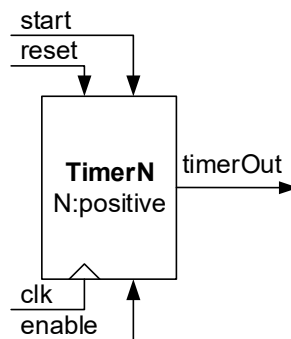

Figura 6 – Interface do módulo “TimerN”.
2. Construa em VHDL um temporizador em que a saída é ativada após o disparo do temporizador e desativada após ter decorrido o intervalo de tempo  $N \times T$ , com  $N$  programável estaticamente e sendo  $T$  o período do sinal de relógio aplicado ao temporizador. A interface do temporizador é apresentada na Figura 6. O registo de contagem deve ser de 32 bits (baseado no tipo de dados `integer` em VHDL).